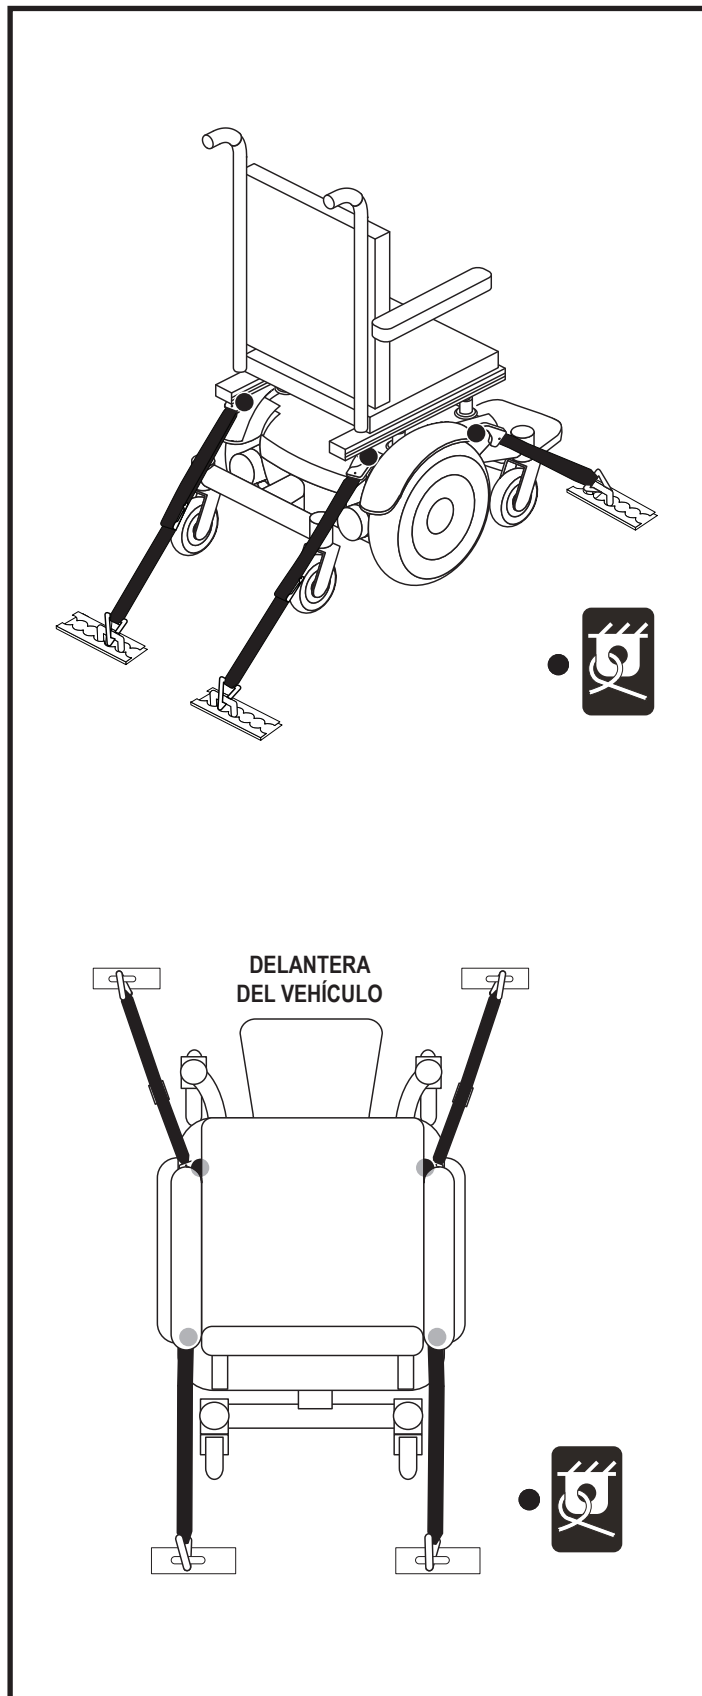

Figura 7. Sistema de sujeción durante el traslado (silla sin ocupante)
- Coloque los puntos de anclaje de las correas posteriores justo por detrás de los puntos de sujeción posteriores de la silla. Las correas frontales deben amarrarse a los puntos de anclaje del suelo, que tendrá una anchura ligeramente superior a la de la silla de ruedas para incrementar así su estabilidad. Ver figura 7.